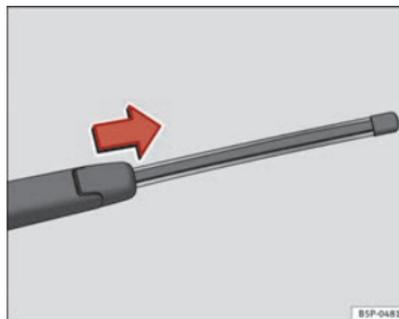

Fig. 139 Extraer la escobilla del limpiaventana
- Separe el brazo del limpiapuneta de la luneta ⇒ fig. 139.
- Deslice el adaptador de la escobilla en la dirección de la flecha y retire la escobilla ⇒ fig. 139.